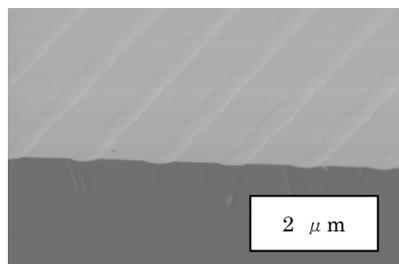

Fig. 3 SEM image of the cross section of Si mold with direct laser writing, dry etching and removing the resist
①レジスト除去後の Si 金型の断面を機械工学科中尾・長藤研究室の SEM で観察したものを Fig. 3 に示す。